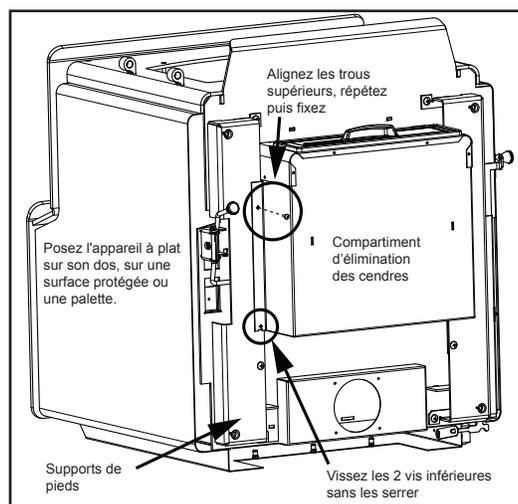

Figure 23.1
- Commencez par les deux boulons du bas à travers le tiroir à cendres et dans la base de l'appareil (**Figure 23.1**).